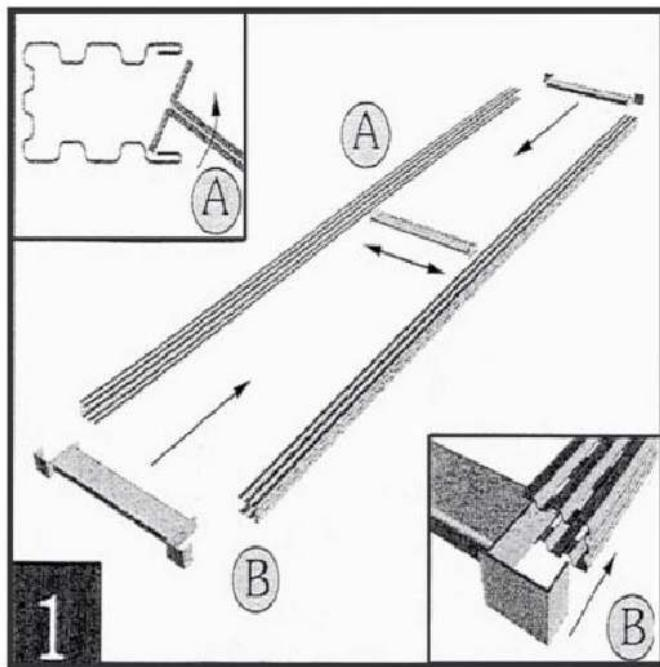

Рис.1 Сборка стоек (рамок)
1. Взять стойку и металлическую стяжку, вставьте поперечину, стяжки опоры в первый паз от загнутого края стойки (А) аналогичным образом вставьте во вторую стойку параллельно первой. Вставите с торцов стоек стяжки опоры, и вы получите спаренную стойку (В) (рама) (рис. 1).